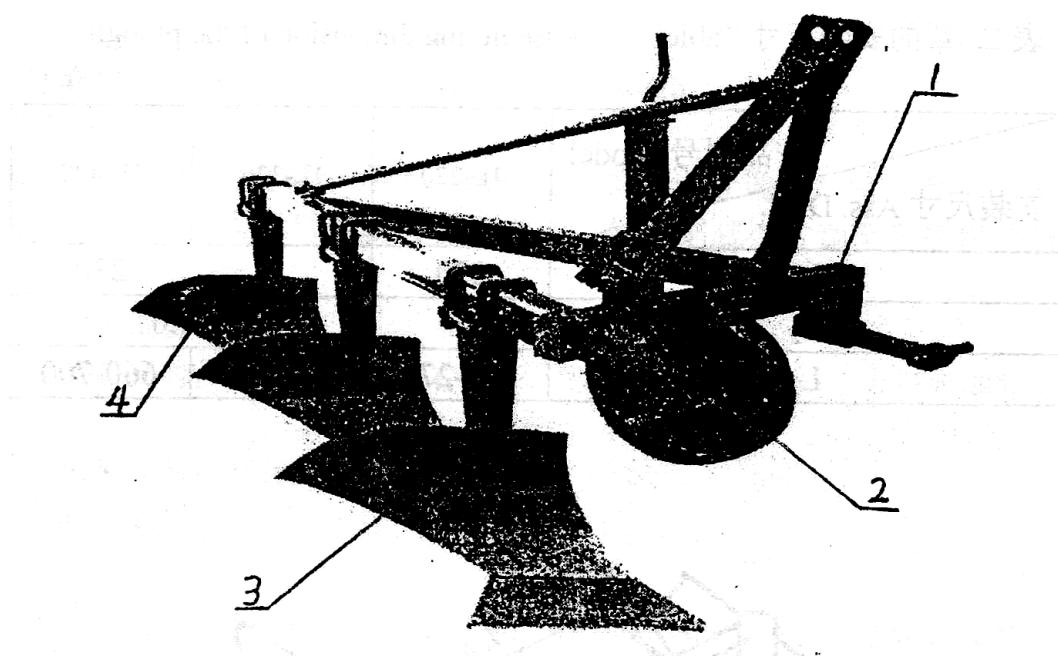

Рис.1
Плуг состоит из рамы (1), регулируемого опорного колеса (2) и корпусов плуга в сборе (3,4). См. рис. 1
### **4) Регулировка ширины борозды (см. рис. 1)**